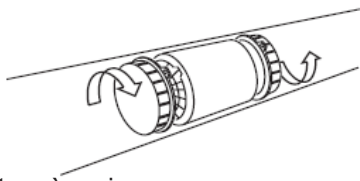

fig. 8
- 11 Si la hotte est utilisée en mode recyclage, placez les filtres charbon sur les côtés du moteur, fig 8.